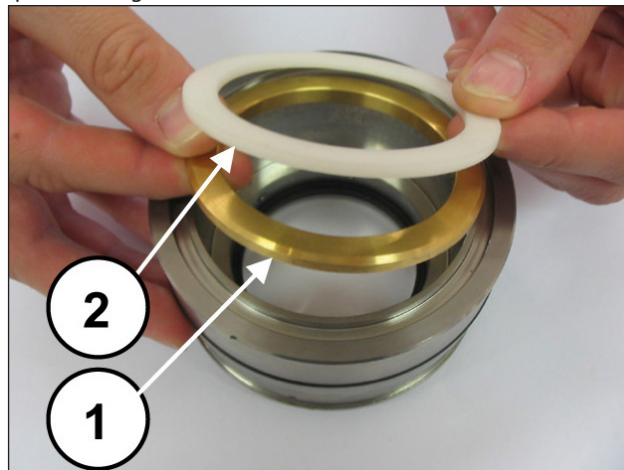
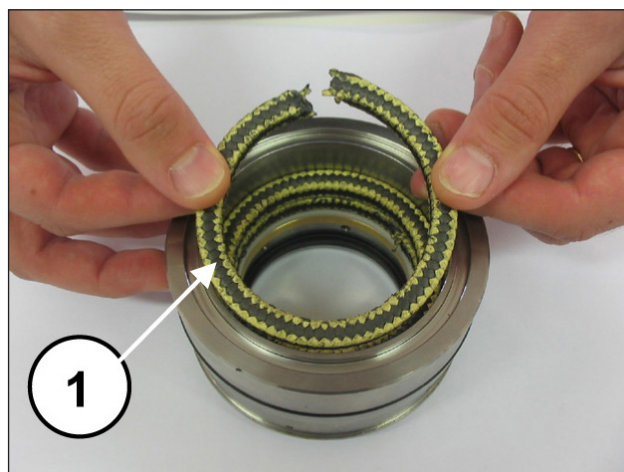
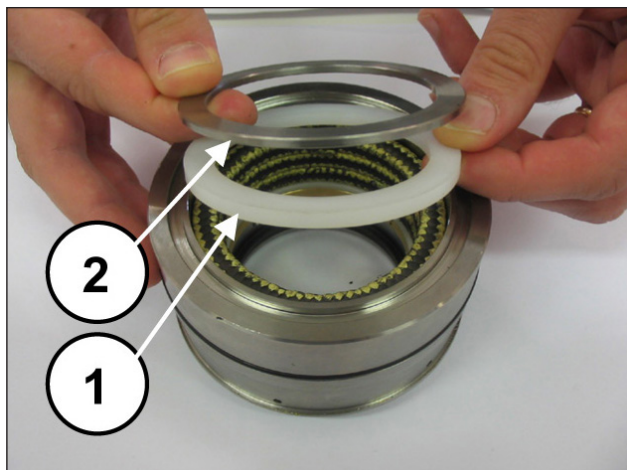

Fig. 165
Fig. 166
Fig. 167
Monte o anel de suporte e o anel de anti-extrusão (pos. ①②, Fig. 165), e as três embalagens, prestando atenção para que os entalhes estejam localizados a 120° de um para outro (pos. ①, Fig. 166), o anel raspador da embalagem e o anel para mola (pos. ①②, Fig. 167).